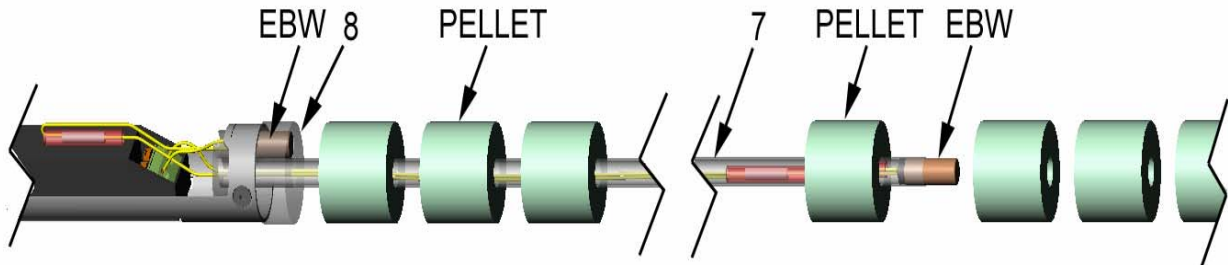

Figure 5 : Installation des pastilles sur le tube de montage central.
3.4 Installez une pastille sur le tube de montage central (élément n° 7) et sur le détonateur EBW. Faites glisser la pastille le long du tube jusqu'à ce qu'elle atteigne l'affût (voir Figure 5). L'EBW supérieur doit être en contact avec la pastille explosive.